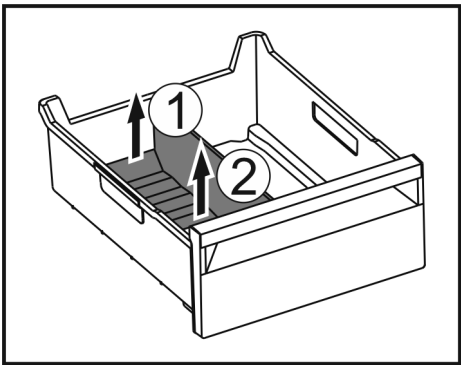

Fig. 169
- 提升冰格分隔器后部。 Fig. 169 (1)
- 向上取出冰格分隔器。 Fig. 169 (2)